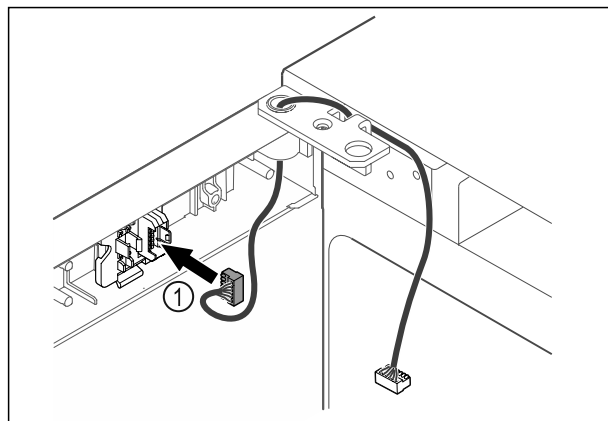

Fig. 54
- Stecker Fig. 54 (1) in Steckerhalterung einstecken.